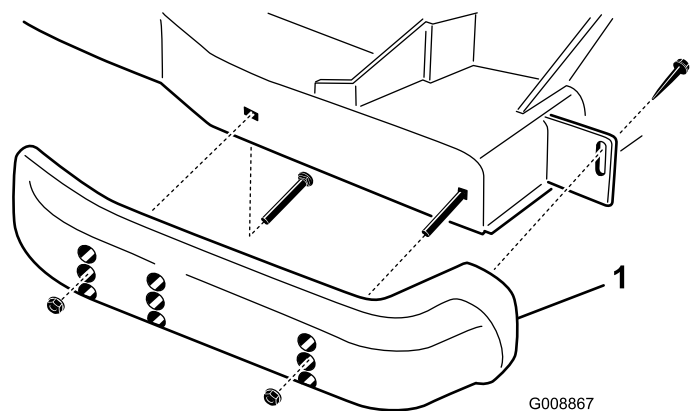

Figura 28
1. Desaperte o parafuso na frente de cada patim (Figura 28).
2. Retire os parafusos com cabeça de flange e as porcas de cada patim (Figura 28).